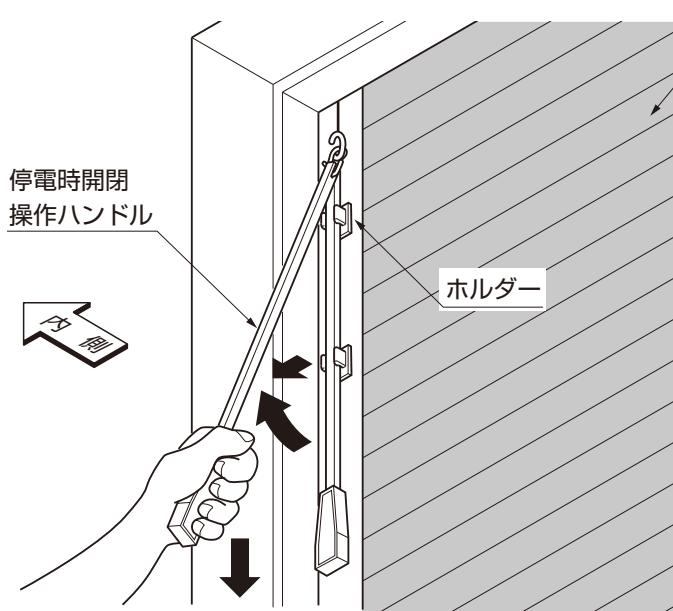

図14-1 手動開放の切替え
- ①停電時開閉操作ハンドルを、ホルダーから外してください。(図14-1参照)
- ②停電時開閉操作ハンドルを、下方に引いてください。(図14-1参照)